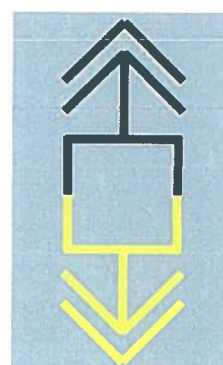

Fig. 7.26
- Prezență tensiune pe unul din poli și stare legat la pământ pe celălalt pol (fig. 7.26);